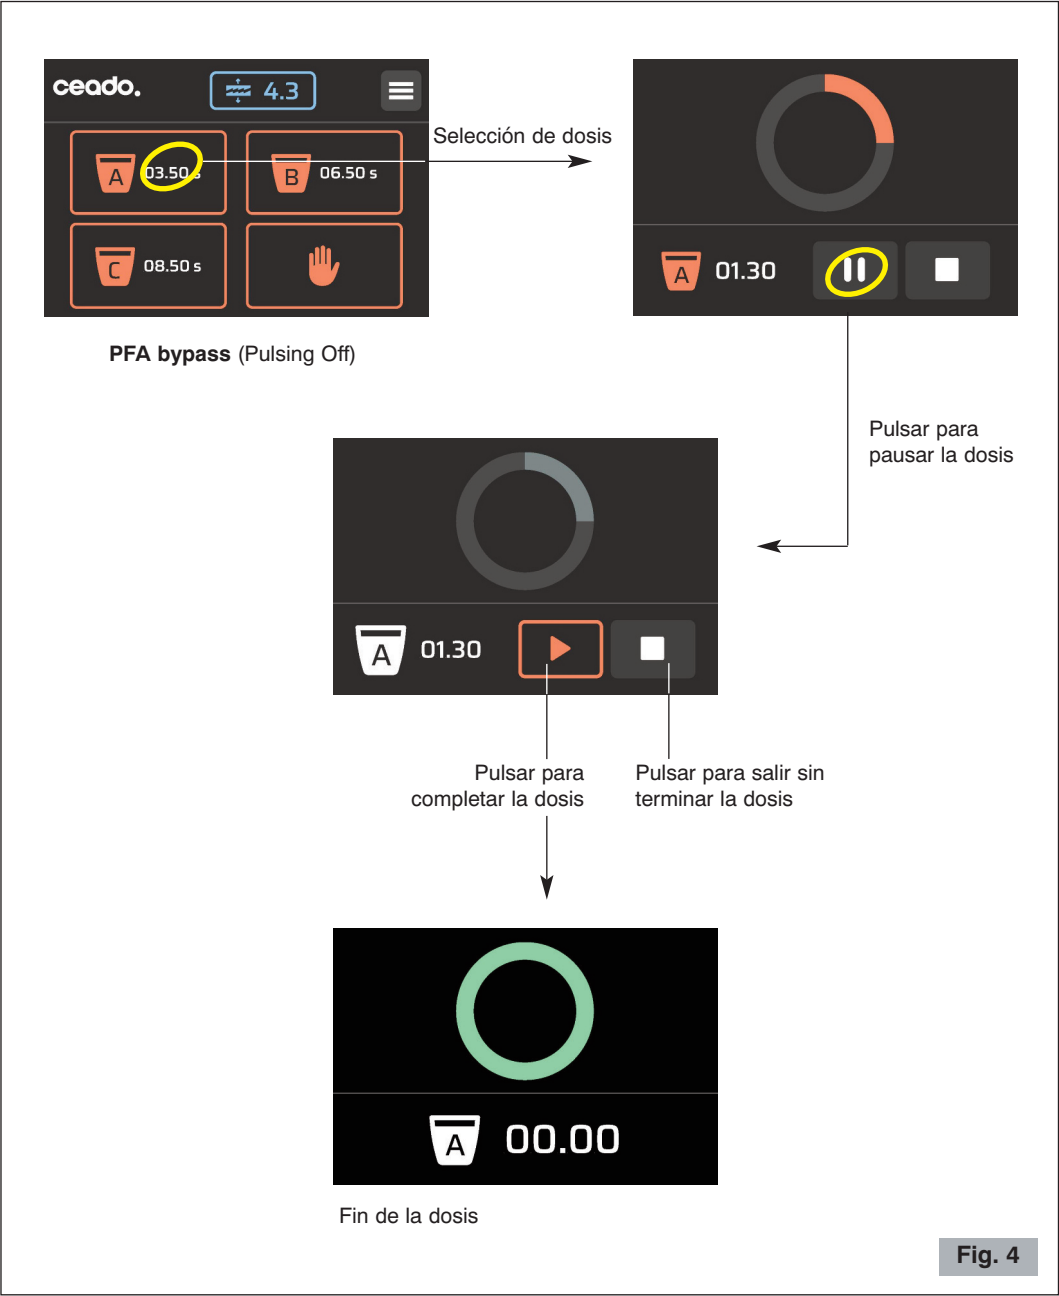

Fig. 4
- 2** Colocar el interruptor ON-OFF en la posición "I" (12 Fig. 2). La pantalla del panel de control se ilumina (4 Fig. 1) (véase Fig. 4).
Funcionamiento automático con pulsador start (si está presente): modo "PFA bypass" (Fig. 4)